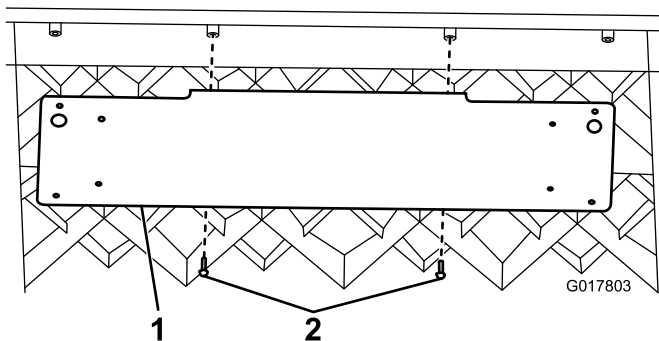

Figure 11
1. Posez le support de plaque sur la face inférieure du plateau avec 2 vis (n° 10-3/4") (Figure 11).